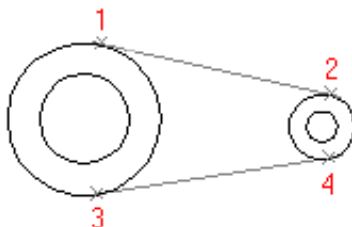

Рисунок 1.2 – Побудова дотичних ліній
3. Вкажіть ліве коло більшого діаметра в точці 1 (рис. 1.2). З'явиться запит «Ребро 2?».
5. Вкажіть ліве коло більшого діаметра в точці 3 (рис. 1.2). З'явиться запит «Ребро 2?».